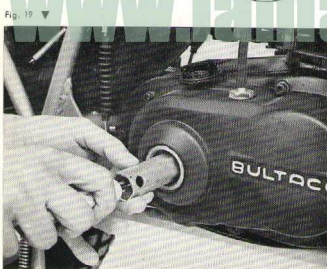

Fig. 19 ▼
2. **Rattrapage de l'usure du frein.** Quand la vis de tension est en fin de course et qu'on n'arrive pas à freiner convenablement, il faut procéder aux opérations suivantes. Premièrement, resserrer à fond la roulette cannelée 2 (fig. 19) du tenseur supérieur.